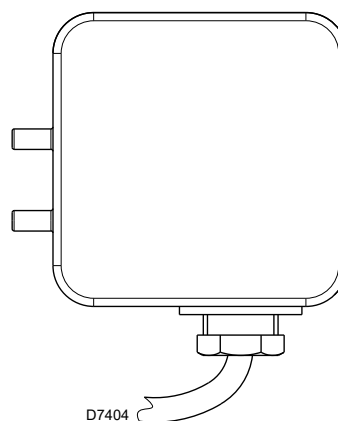

Fig. 28
- Régler le pressostat d'air (Fig. 28) en début d'échelle.
Effectuer le réglage du pressostat air (Fig. 28) après avoir effectué tous les autres réglages du brûleur avec le pressostat air réglé en début d'échelle. Avec le brûleur qui fonctionne à la puissance demandée, tourner la poignée lentement dans le sens des aiguilles d'une montre jusqu'à le blocage du brûleur.